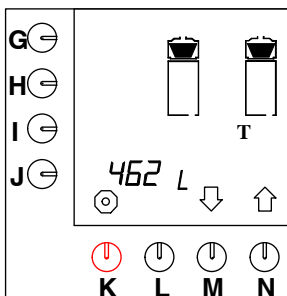

Fig. 19 Kaffebryggerens samlede tæller
- Det samlede antal liter kaffe, der er lavet i løbet af automatens levetid, kan aflæses i displayet (fig. 19).